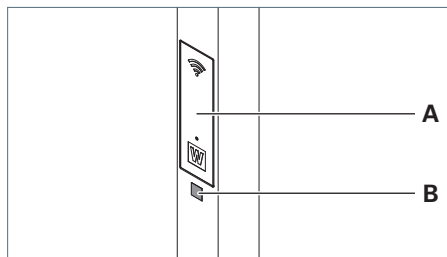

Fig. 22: Scansione del codice QR.
- ▶ Effettuare una scansione del codice QR **B** dell'apparecchio d'illuminazione, posizionato sul tubo verticale sotto allo sportello di manutenzione **A**, vedere Fig. 22.